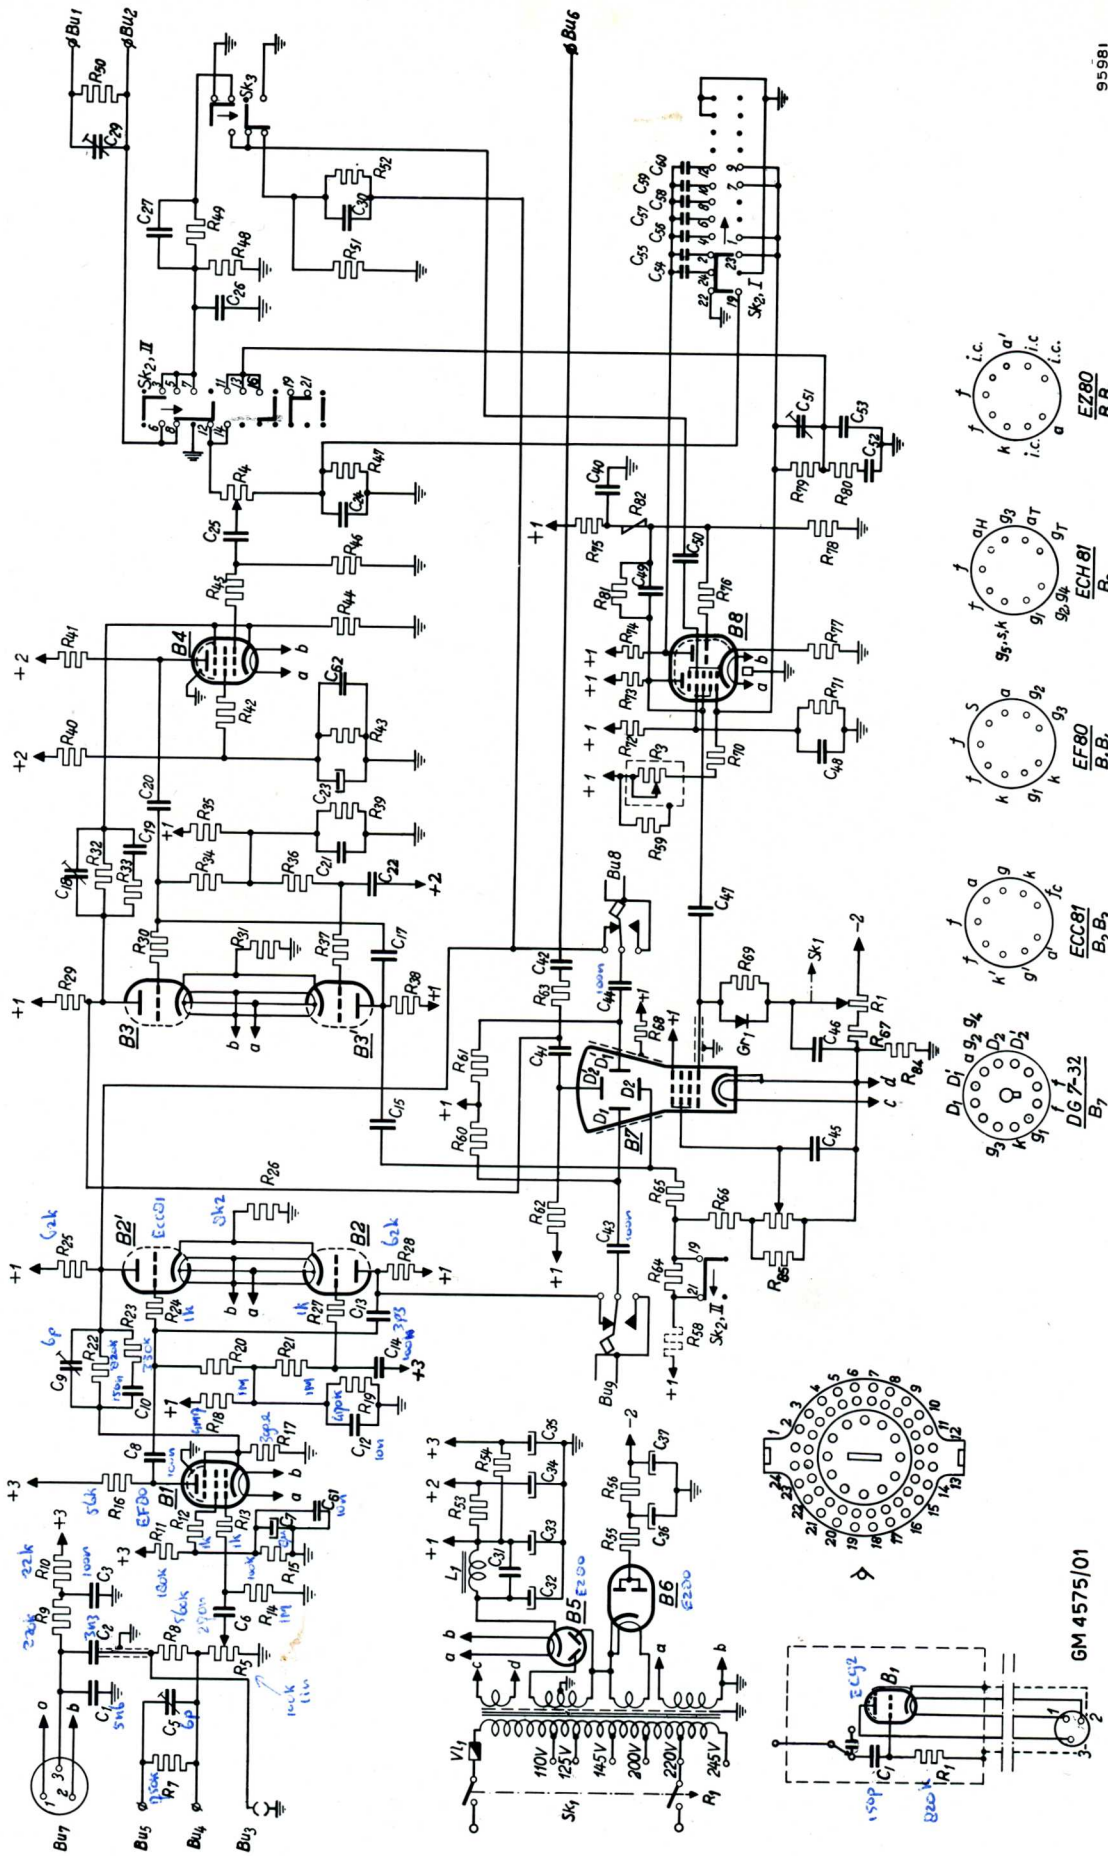

Fig. 6. Schema van de oscillograaf GM 5655/03 (wijzigingen voorbehouden)
Voor b.v. het weergeven van verschijnselen met een frequentie die buiten het frequentiebereik van de versterker valt, of bij gebruik van de PHILIPS elektronenschakelaar GM 4580 kan men een spanning rechtstreeks (d.w.z. via een condensator van $0,1 \mu F$; C_{43} en C_{44} in fig. 6) op de verticale-afbuigplaten
N.B. Men dient er rekening mee te houden dat tijdens metingen met de meetkop de bus Bu_3 (aarde) niet kan worden gebruikt. Wanneer in Bu_3 een stekker is geplaatst, is nl. het ingangsfILTER van de meetkop kortgesloten (zie ook het schema, fig. 6). Als aardpunt moet men nu de aardaansluiting op de meetkop gebruiken.